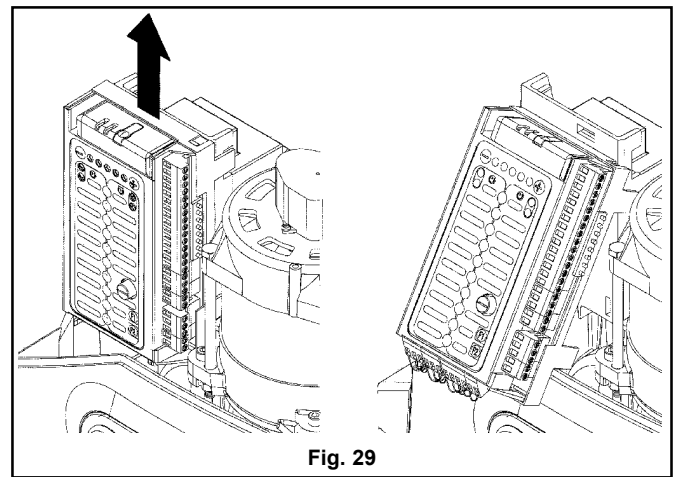

Fig. 29
- a) sfilare la centrale verso l'alto e, compatibilmente con la lunghezza dei cavi, posarla sul bordo del basamento del motoriduttore (fig. 29) oppure tenerla in mano.